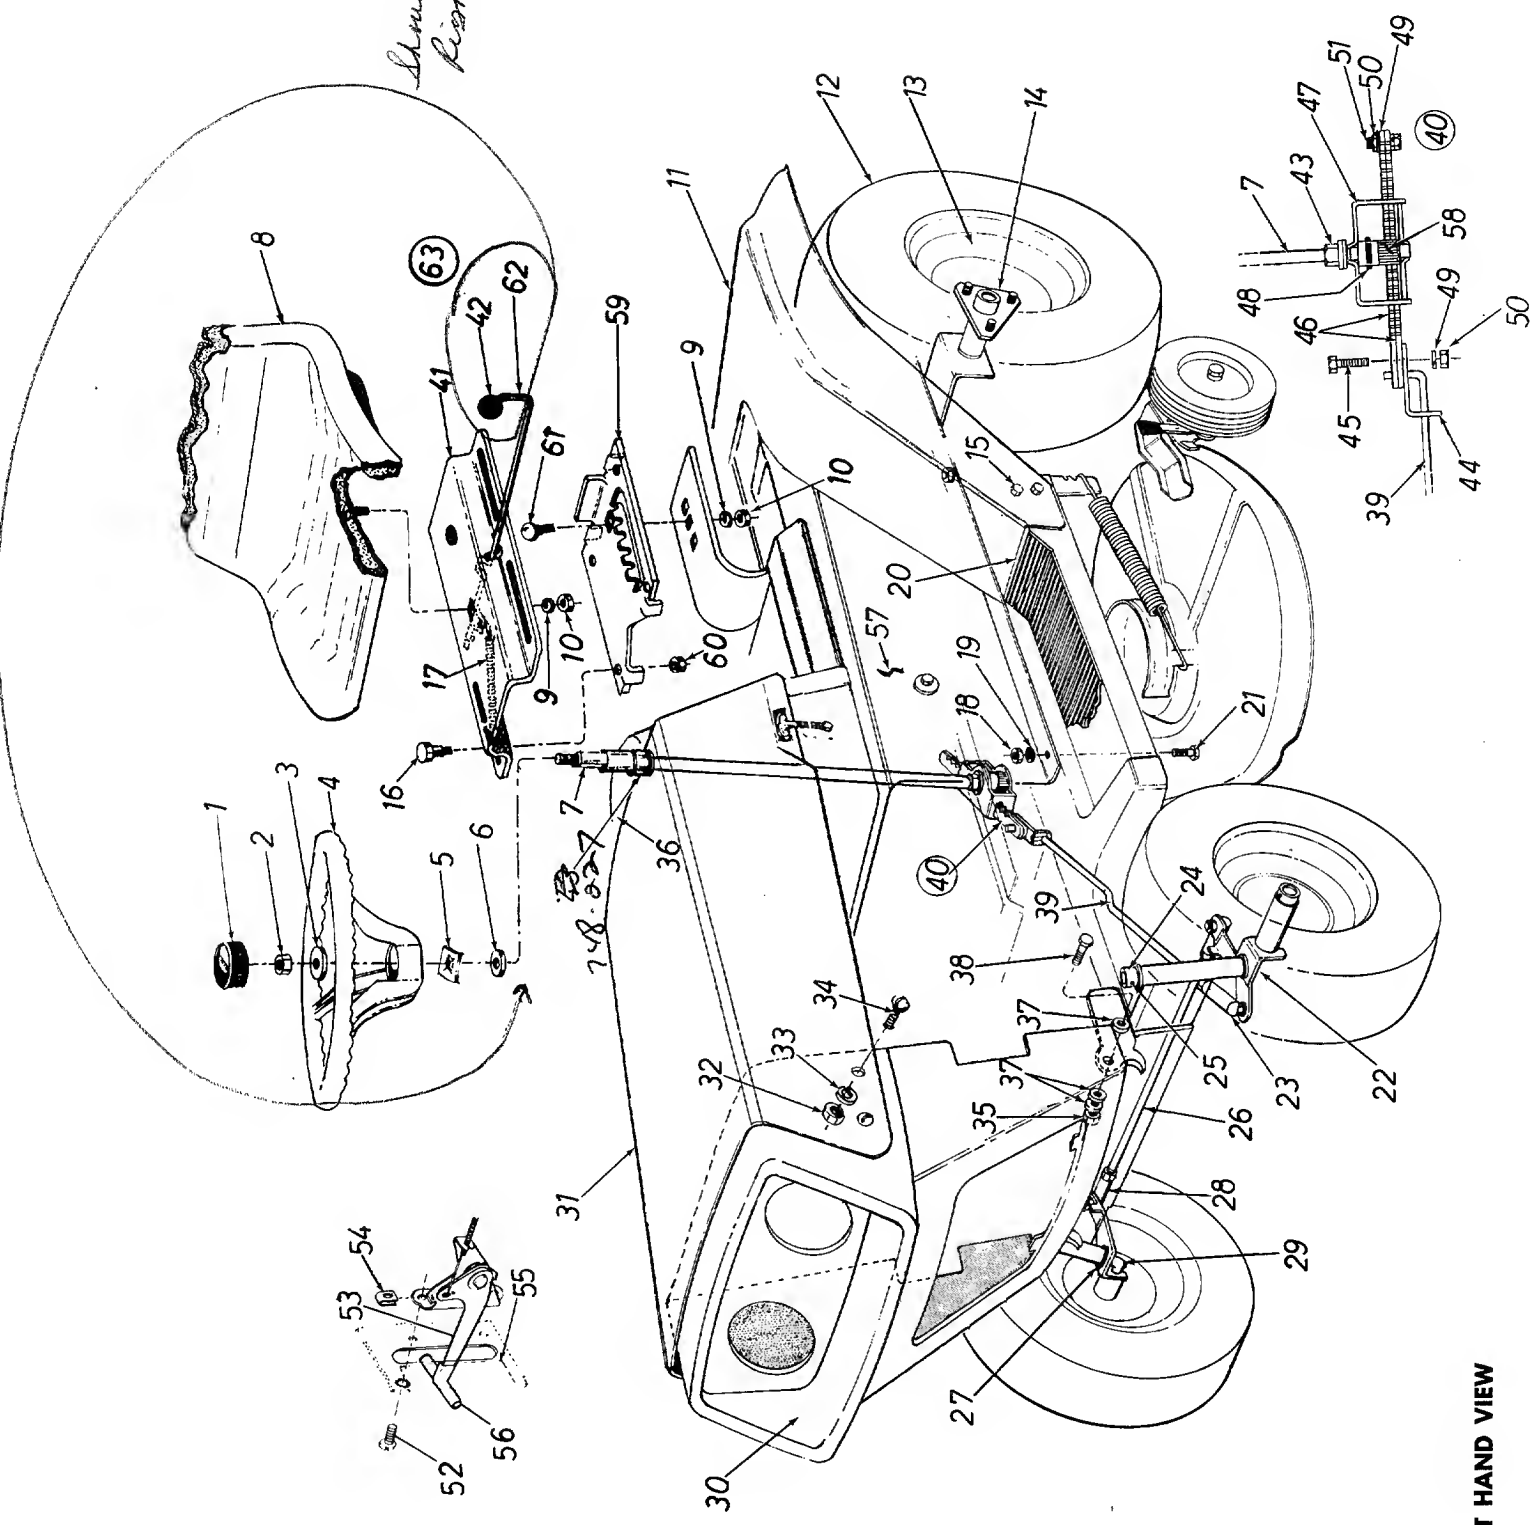

FIGURE 30. LEFT HAND VIEW
**PARTS LIST FOR FIGURE 30 LEFT HAND VIEW**